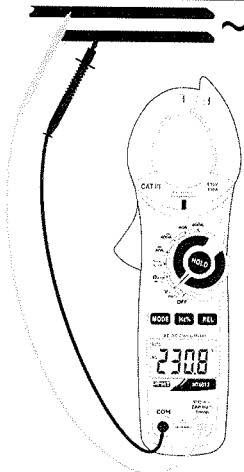

Fig. 3: Uso de la pinza en medida de Tensión CA
4. Inserte el cable rojo en el terminal de entrada $V_{\sim} \rightarrow \rightarrow \rightarrow CAPHz\%Temp$ y el cable negro en el terminal de entrada **COM** (ver Fig. 3)